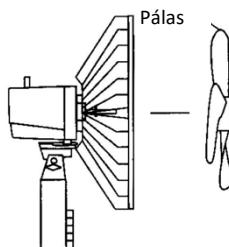
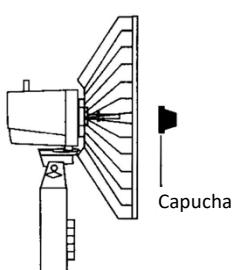

Fig. 3
Fig. 4
- 3: Deslice la cuchilla sobre el eje del motor y asegúrela con la tapa de la cuchilla girándola en sentido contrario a las agujas del reloj. (Fig. 3 y Fig. 4)